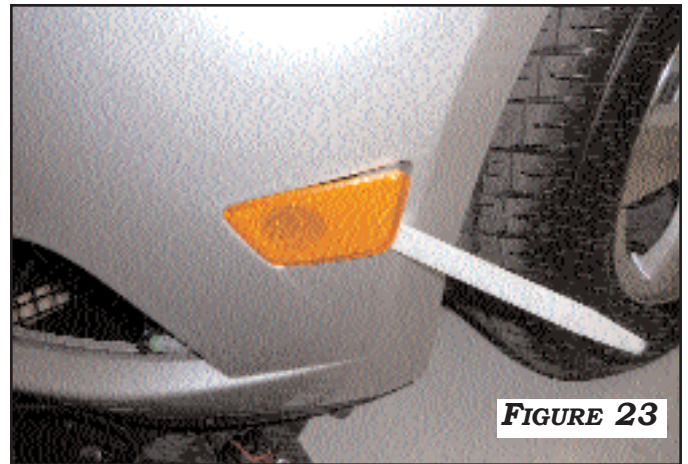
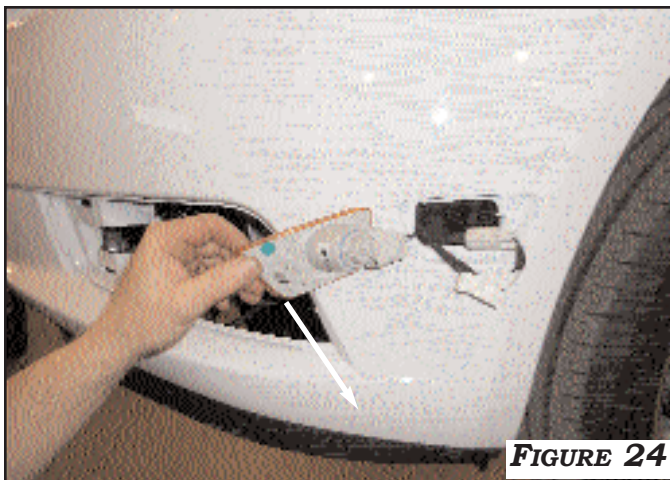

FIGURE 23
FIGURE 24
10. REMOVE THE LEFT SIDE MARKER LIGHT FROM THE BUMPER USING A TRIM PANEL TOOL AS SHOWN IN **FIGURE 23**. DISCONNECT CONNECTOR **E2LF** FROM THE LIGHT SOCKET AND CONNECT THE ILLUMINATION WIRE Y-ADAPTER HARNESS TO THE LIGHT SOCKET AND THE OEM HARNESS AS SHOWN IN **FIGURE 24**. REPLACE THE SIDE MARKER LIGHT. ACCESS THE HARNESS FROM THE LEFT FOG LIGHT OPENING AND SECURE IT WITH WIRE TIES.